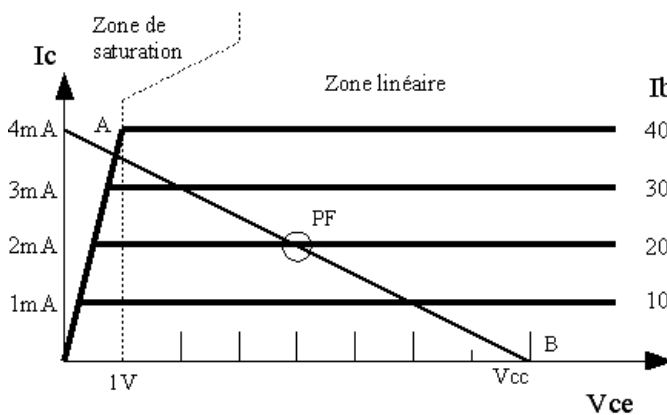

Fig. 1 Caractéristique idéalisée $I_C = f(V_{CE})$
La figure 1 montre l'allure de la caractéristique $I_C = f(V_{CE})$. L'on distingue deux zones principales :
La droite de charge est une droite tracée sur la figure 1 qui donne I_c en fonction de V_{ce} . Elle passe par le point U_{cc} sur l'axe des x, et le point U_{cc}/R_C sur l'axe des y. Pour une tension d'alimentation et une charge R_C données, cette droite de charge indique les points de fonctionnement possibles.
Le point de fonctionnement « A » d'un transistor se trouve sur la droite de charge statique (voire figure 1), dans le plan des réseaux de caractéristiques de sortie $I_c = f(V_{CE})$ et il est caractérisé par trois valeurs : I_{C0} , V_{CE0} , et I_0
On donne V_{BMO} à 2V, $V_{BE0} = 0,65V$ et le courant dans le diviseur $I_d = 10I_{B0}$. D'après les caractéristiques voir la figure 1), on voit que le I_{B0} nécessaire vaut $20\mu A$.
- fonctionnement en commutation : le transistor commute entre deux états, l'état bloqué (càd. que I_c est nul, c'est le point B dans la figure 1) et l'état saturé (V_{ce} faible, c'est le point A). Les circuits rapides évitent cet état A, qui correspond à un excès de porteurs dans la base, car ces porteurs sont longs à évacuer, ce qui allonge le temps de commutation de l'état saturé vers l'état bloqué.